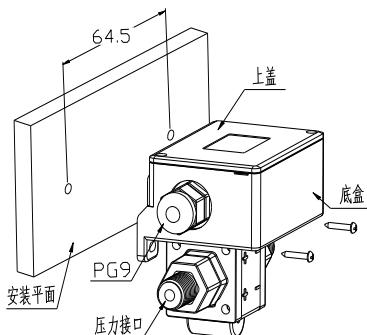
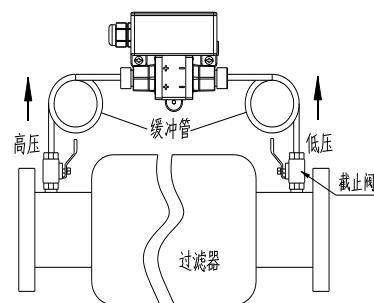
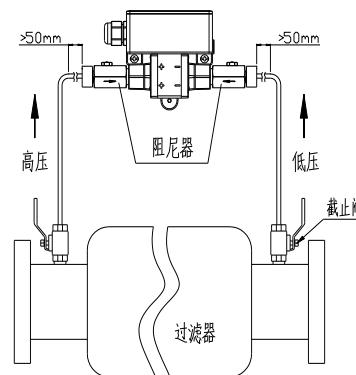

图 1
图 2
图 3
- A. 缓冲管：其可平缓压力波动并降低介质温度，当系统介质温度高于 60°C 时必须选用，安装方式如图 2。
- B. 阻尼器：降低介质的瞬间压力脉冲或水锤等破坏，阻尼可调，安装方式如图 3。
(2) 液体压差开关应与管道平行安装，如图 2 和 3，可在高压端和低压端串联截止阀，方便调试安装或维护过程中随时关断，可以防止非正常应用状态下过大压力对开关的破坏，也方便了开关维护和调试。
1. 安装方式有二种：(1) 安装平面固定方式，如图 1，开关固定安装在安装平面上，可采用软管做压力连接；(2) 管道固定形式，如图 2 和图 3，压差开关完全依靠硬质管道同时实现固定和压力连接。为确保压差开关工作状态最佳，连接管的弯管距缓冲元件接口应大于 50mm。